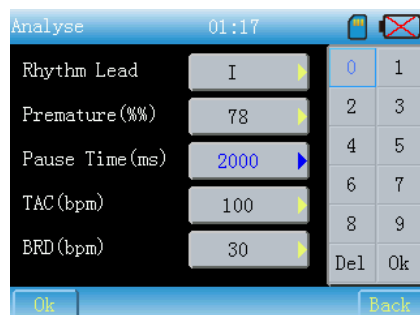

Fig. 7-22
(2) Tiempo de pausa: pulse el botón correspondiente para abrir la interfaz como en la Fig.7-22.